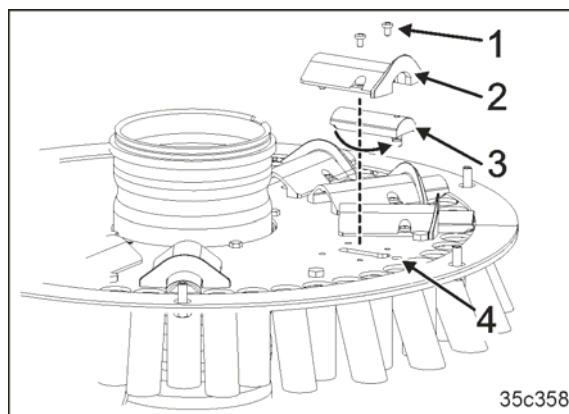

Fig. 213
10. Desfaceți șuruburile (Fig. 213/1).
11. Îndepărtați tunelul sertarului (Fig. 213/2).
12. Vana glisantă este introdusă (Fig. 213/3) în ghidaj.
13. Rotiți sertarul (Fig. 213/3) și introduceți-l în orificiu (Fig. 213/4).
14. Înșurubați tunelul sertarului (Fig. 213/2) pe placa de bază.